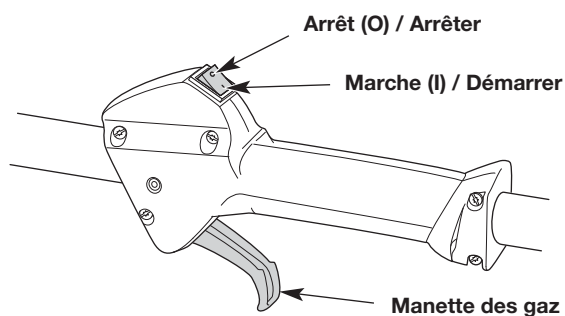
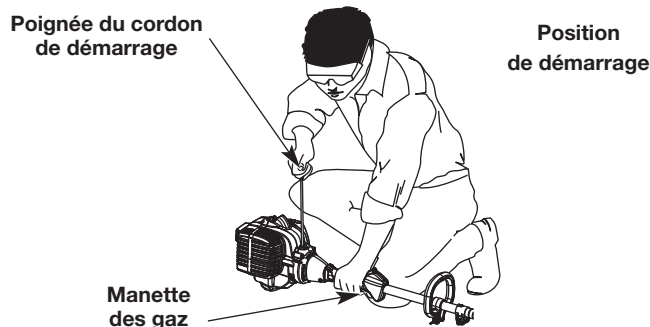

Fig. 7
Fig. 9
AVERTISSEMENT : Évitez un démarrage accidentel de l'unité. Afin d'éviter les blessures graves, l'utilisateur et l'appareil doivent se trouver en position stable lorsque le cordon de démarrage est tiré (Fig. 9).
REMARQUE : Il est inutile de mettre l'appareil en marche. La commande Marche/Arrêt est en position Marche (I) en permanence (Fig. 7).
5. Placez-vous en position de démarrage (Fig. 9).
6. Pressez la manette des gaz (Fig. 7) et tirez sur le cordon de démarrage à **5 reprises** d'un mouvement contrôlé et ferme (Fig. 9).
2. Maintenez la commande Marche/Arrêt enfoncée en position ARRÊT (O) jusqu'à ce que le moteur soit complètement arrêté (Fig. 7).